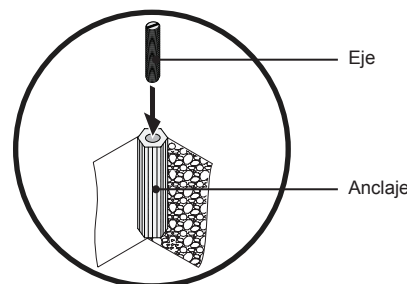

Figura 10. La perforación del agujero de montaje
- 1 En cada ubicación marcada, haga un $\frac{7}{16}$ " agujero de 1 $\frac{1}{2}$ " de profundidad (Figura 10). Repita este paso para el resto de localidades.
- 4 Pase el eje en el ancla. Si es necesario, tal vez utilizar un destornillador. Deja $\frac{3}{8}$ " del eje expuesta (Figura 10).